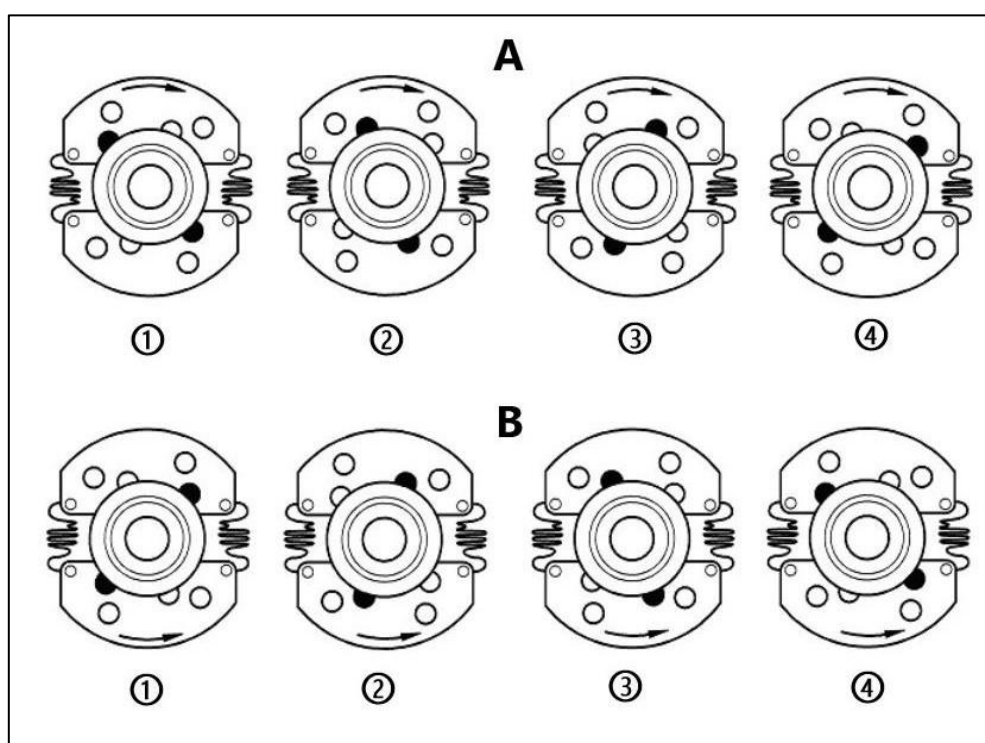

Figura 25 - Posizioni alternative delle ganasce della frizione - Dettaglio
- 6.2.4.3.1 **Solo per la frizione a regolazione variabile:** rimontare la frizione con le ganasce nella posizione desiderata, **Figura 25 - Posizioni alternative delle ganasce della frizione - Dettaglio**.
La Posizione 1 è l'impostazione più potente. La direzione di rotazione è importante (vedere le frecce su **Figura 25 - Posizioni alternative delle ganasce della frizione - Dettaglio** viste dal lato motore verso il lato aperto della frizione).